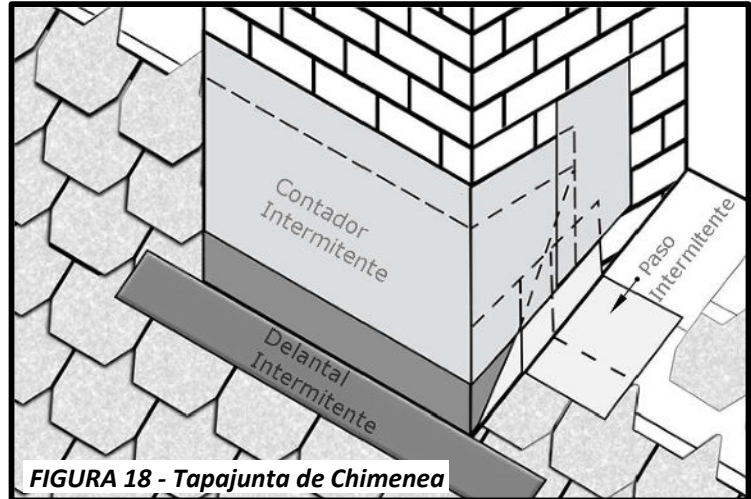

FIGURA 18 - Tapajunta de Chimenea
- Instala una tapajunta contadora intermitente sobre las tapajunta paso intermitente o tapajunta delantal, como mostrado en la **Figura 18**.